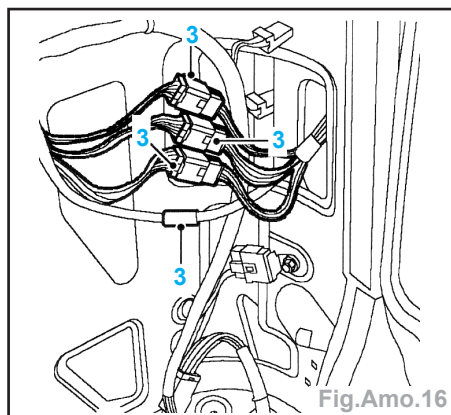

Fig.Amo.16
- Dégager et débrancher les 3 fiches (3) multibroches et le tube du lave-glace AR du bas du pied (Fig.Amo.16).